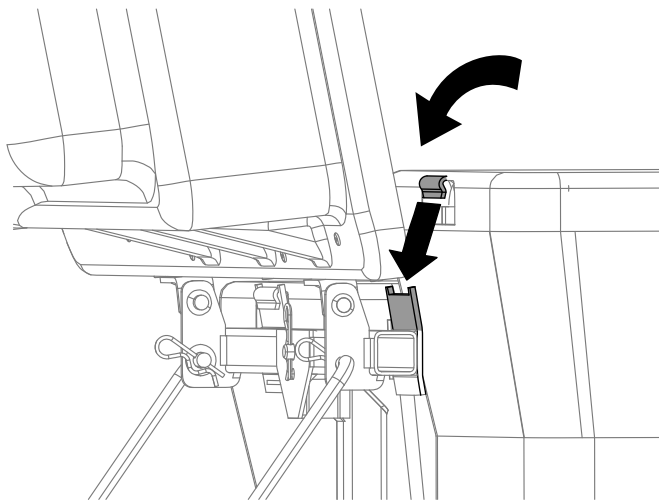

Figure 16
- Soulevez le couvercle et installez les bacs en glissant les crochets de l'armature sur les pattes de retenue (Figure 16).